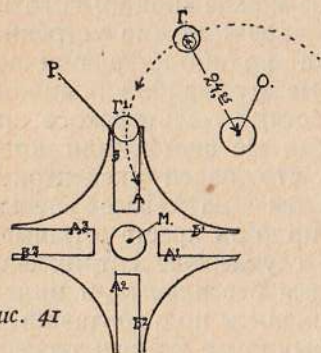

Рис. 41
Очень часто после 3—4-месячной работы, при выемке креста для смены эксцентрика обнаруживается, что износ его идет совершенно ненормально. Если мы присмотримся повнимательнее к изношенному кресту (износившемуся ненормально), то мы увидим, что помимо износа рабочих лопастей (А, А1, А2 и А3, рис. 41), изнашиваются и противоположные стороны креста (Б, Б1, Б2 и Б3), что совершенно не должно быть, так как при входе пальца в прорезь креста он (палец) не должен касаться верхней части лопастей. Происходит это вследствие того, что палец (Г), будучи эксцентрическим по отношению своего основания («хвостика»), при заклепке его самими кино-механиками (эксцентрики выпускаются заводом с незаклепанными пальцами), ставится таким образом, что центровое расстояние 24, 25 мм. (см. рис.) увеличивается (попросту говоря, палец (Г) отходит от центра (0)). От этого при работе